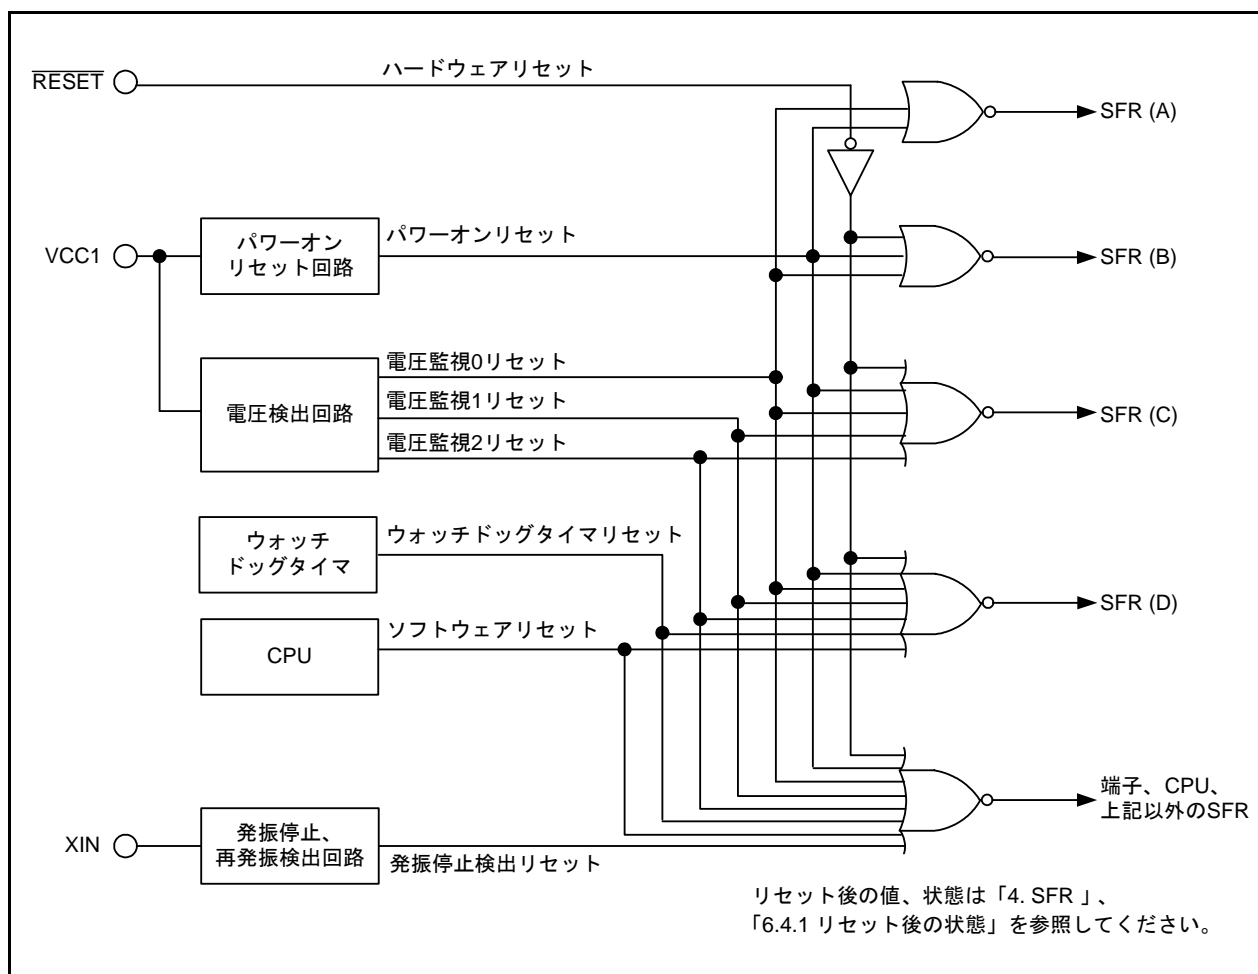

図 6.1 リセット回路のブロック図
表 6.1 にリセットの種類、図 6.1 にリセット回路のブロック図を示します。図表中の記号 (A) ~ (D) のレジスタ、ビットは表 6.3 に示します。